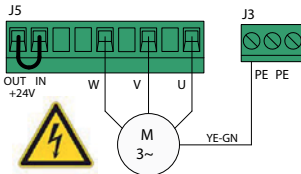

Рисунок 5. Подключение электродвигателя
J5	Разъем подключения электродвигателя гидравлического агрегата (рис. 5) и датчика безопасности СТОП (NC). ВНИМАНИЕ! При размыкании переключки +24 В на разъеме J5 отключается управляющее напряжение 24 В постоянного тока и блок управления не работает. Для работы блока управления контакты OUT + 24 В и IN + 24 В должны быть замкнуты (NC).